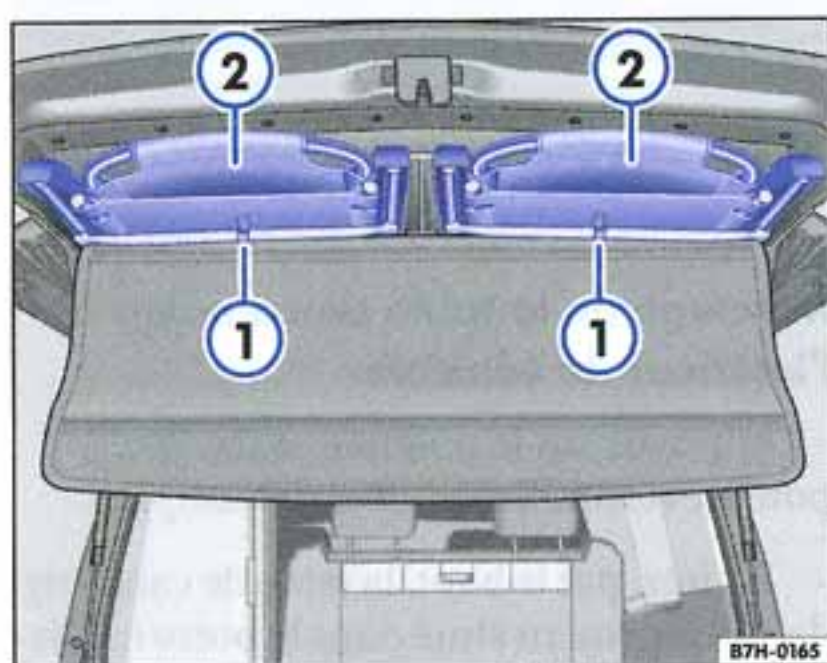

Fig. 22 Chaises de camping dans le hayon
- Détachez le crochet de fixation (un seul d'abord) ⇒ fig. 22 ① retenant les chaises de camping.
- Retirez les chaises de camping ②.
- Rangez la chaise de camping dans son logement dans le bon sens ⇒ fig. 22.
- Fixez la chaise de camping à l'aide du crochet de fixation ① jusqu'à ce qu'elle s'encliquette fermement.